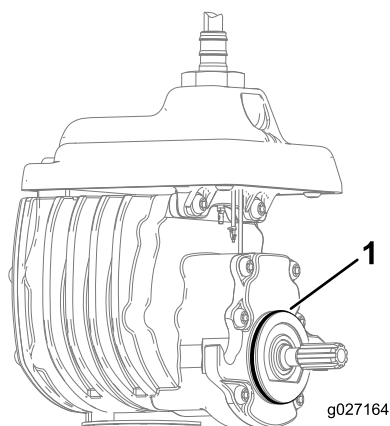

Figure 6
4. Placez le joint torique sur le moteur de cylindre (Figure 6).